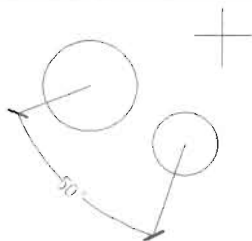

图 10-62
(2) 单击“标注”工具栏中的“角度”按钮, 然后根据命令提示进行操作,标注效果如图 10-62 所示,命令执行过程如下。